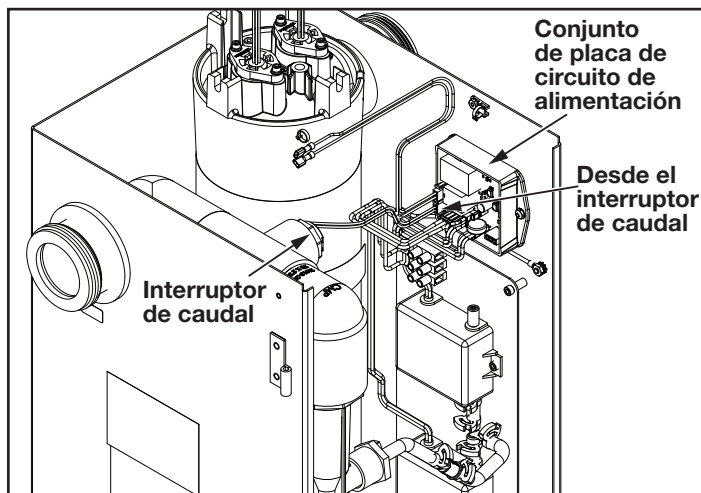

Figura 17. Ubicación y conexión eléctrica del interruptor de caudal del sistema JAOPX200/JAOPX350
4. Desenchufe los conectores del interruptor de caudal del conjunto de la placa de circuito. Consulte la Figura 17.
8. Vuelva a conectar el interruptor de caudal en la ranura adecuada del conjunto de la placa de circuito. Consulte la Figura 17.